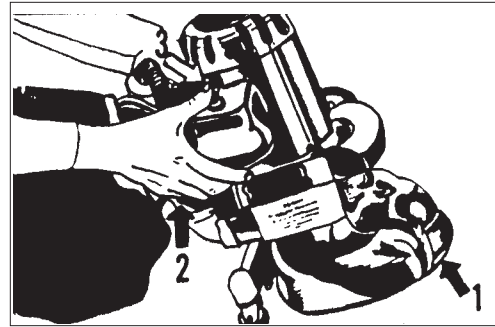
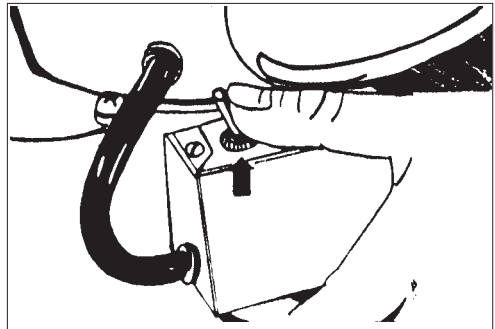

Рисунок 5
Рисунок 6
3. Наклоните машину назад, чтобы шлифовальный полировальник не касался пола. Смотрите рис. 5, 1. Выберите скорость шлифования. Для быстрого снятия слоя древесины работайте на высокой скорости. Для чистового прохода и отделки используйте низкую скорость. См. рис. 6.
4. Возьмите обе рукоятки и включите сетевой переключатель. После запуска переключатель вернется в положение ВКЛ. (ON). Смотрите рис. 5, 2.